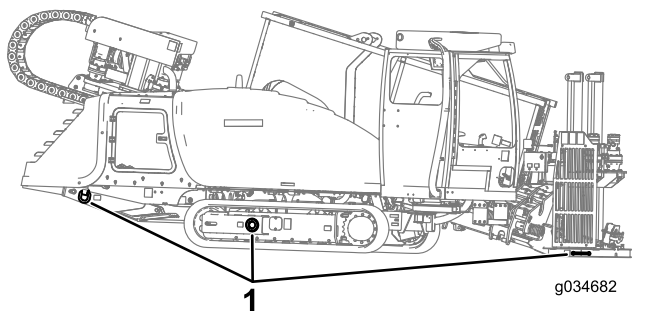

Bild 39
9. Verwenden Sie geeignete Ketten und Beschläge, um die Ringe am linken und rechten Kettenrahmen sowie die Verankerungsplatte auf dem Anhänger zu befestigen (Bild 39).